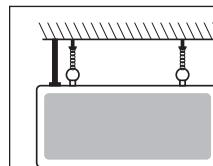

Рисунок 3
- Установка светильника в подвесном положении осуществляется с помощью монтажных колец, расположенных в верхней части корпуса светильника (Рис. 3).